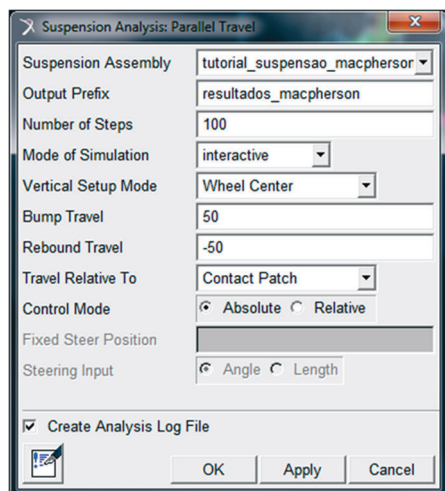

Figura 4.123 – Definindo os parâmetros de simulação.
- Os parâmetros de simulação devem ser definidos na janela *Suspension Analysis: Parallel Travel*, conforme ilustrado na Figura 4.123. Note que, na simulação proposta, o percurso total corresponde a 100 mm (50 mm no sentido positivo, ou *Bump* e 50 mm no sentido negativo, *Rebound*).